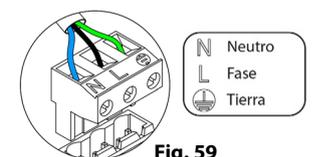

Fig. 59
La conexión de alimentación eléctrica al módulo se realiza mediante una borna de 3 pines (3). Fije los cables con los tornillos de la borna respetando la polaridad de la misma (Fig. 59).